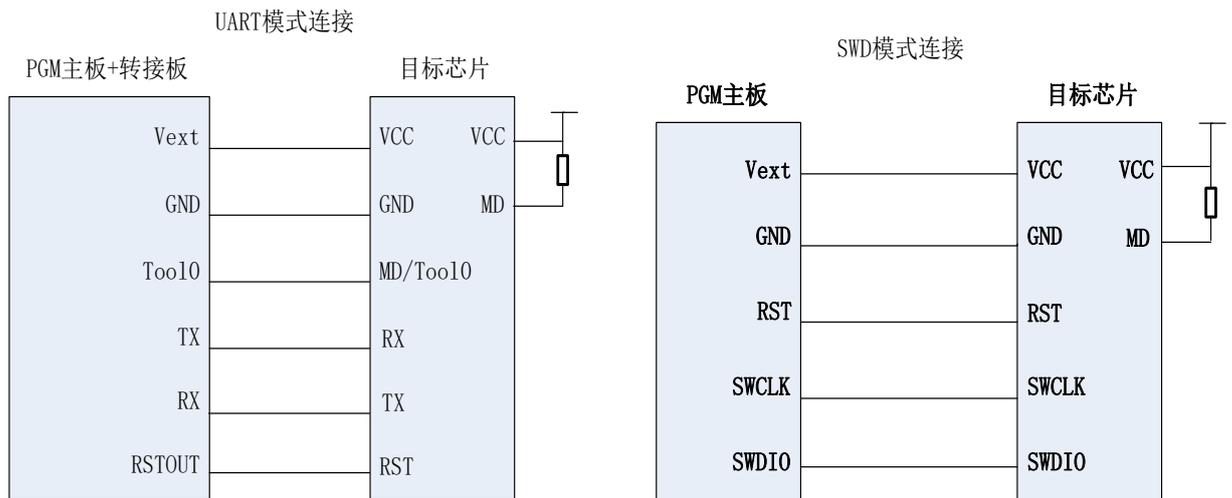

图 7 部分系列连线方法 4
• **HC32F120/HC32M120** 系列芯片的接线方法如图 7 所示。